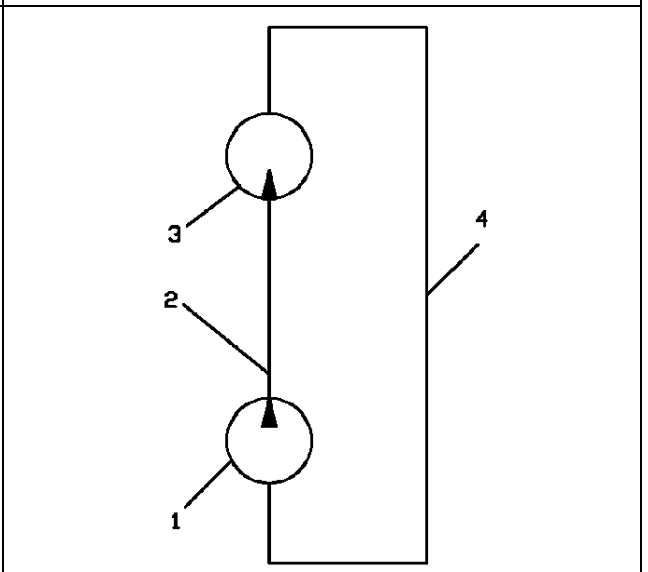

Рисунок 18
18. Все сообщающиеся полости (рис.18) объемной гидропередачи с замкнутой циркуляцией (насос 1, гидромотор 3 и соединяющие их напорный 2 и сливной 4 трубопроводы) полностью заполнены минеральным маслом, температура которого равна  $t = 15$  °С. В процессе работы гидропередачи масло нагрелось до температуры  $t_1 = 45$  °С. Пренебрегая температурным расширением металла гидропередачи и утечками масла в гидросистеме, определить давление масла в полости гидропередачи после выключения (остановки) насоса. Принять для масла коэффициент  $\beta_V = 7 \cdot 10^{-10}$  1/Па и температурный коэффициент объемного расширения  $\beta_t = 0,0007$  1/°С.